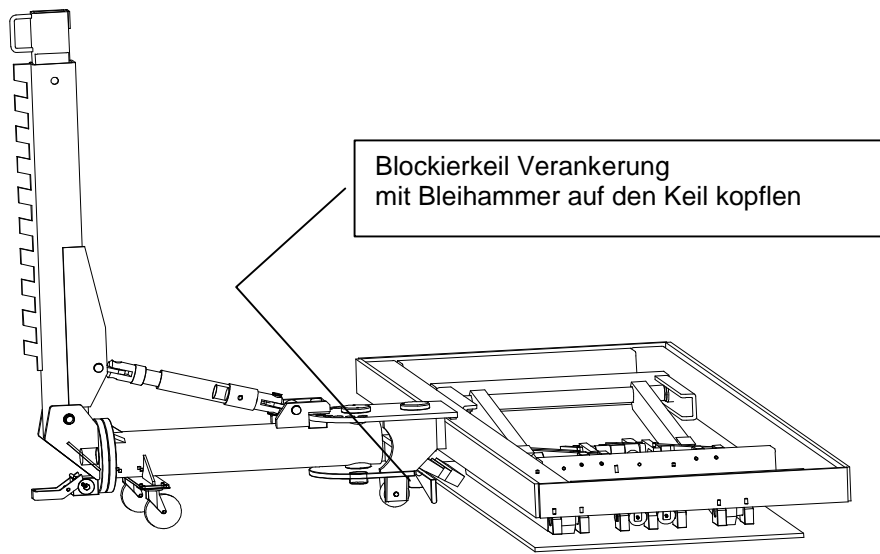

Abbildung 18
- Die Verankerung des Richtauslegers durch Einfügen des speziellen Keils blockieren (siehe Abb. 18 u. 19).